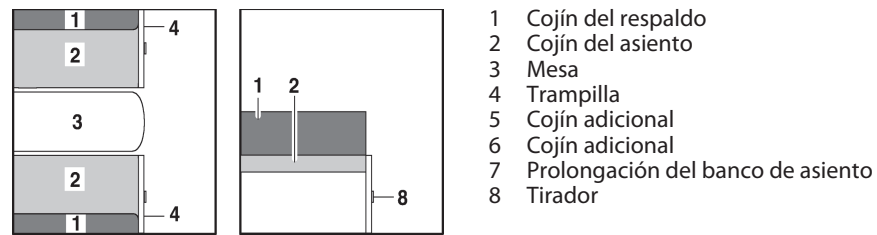

Fig. 97 Antes de ampliar
- Ampliar la mesa (Fig. 97,3) (véase apartado 7.8).
- Tirar del asidero (Fig. 97,8) y abrir la trampilla (Fig. 97,4).